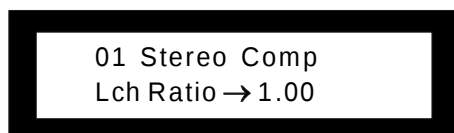
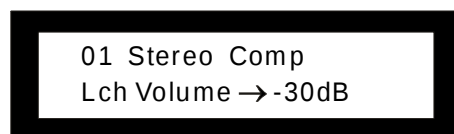

Fig.1
Fig.10
- 5、按压"PROG/VOL"键，进入程式("PROGRAM")选择状态，此时旋转旋钮4，则可选择1~20个程式，其中1~3是厂家预置固定的不可更改的程式，显示如图1；若再次按压该键，则进入相应通道的音量调节状态，显示如图10，其调节范围为："MUTE~+6dB"，此时可通过